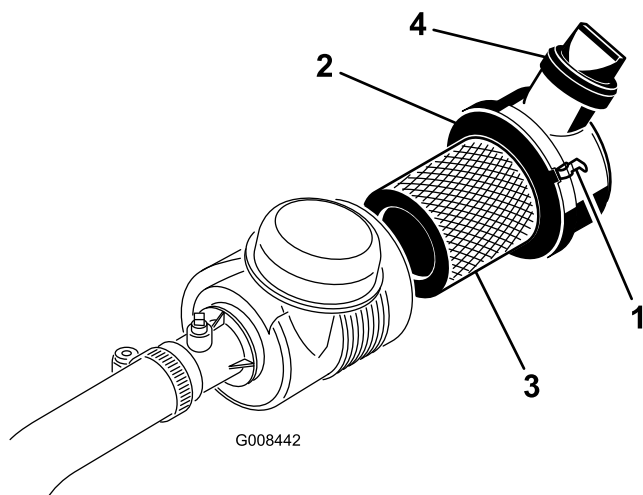

Figure 38
1. Desserrez les fixations qui maintiennent le couvercle sur le corps du filtre à air (Figure 38).
6. Reposez et verrouillez le couvercle (Figure 38).